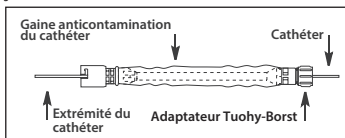

Figure 2
- a. Si une gaine anticontamination du cathéter avec adaptateur Tuohy-Borst (le cas échéant) est utilisée, insérer l'extrémité du dispositif souhaité dans l'extrémité de l'adaptation Tuohy-Borst de la gaine anticontamination du cathéter. Faire progresser le cathéter dans la tubulure et l'embase à l'autre extrémité (voir Figure 2).